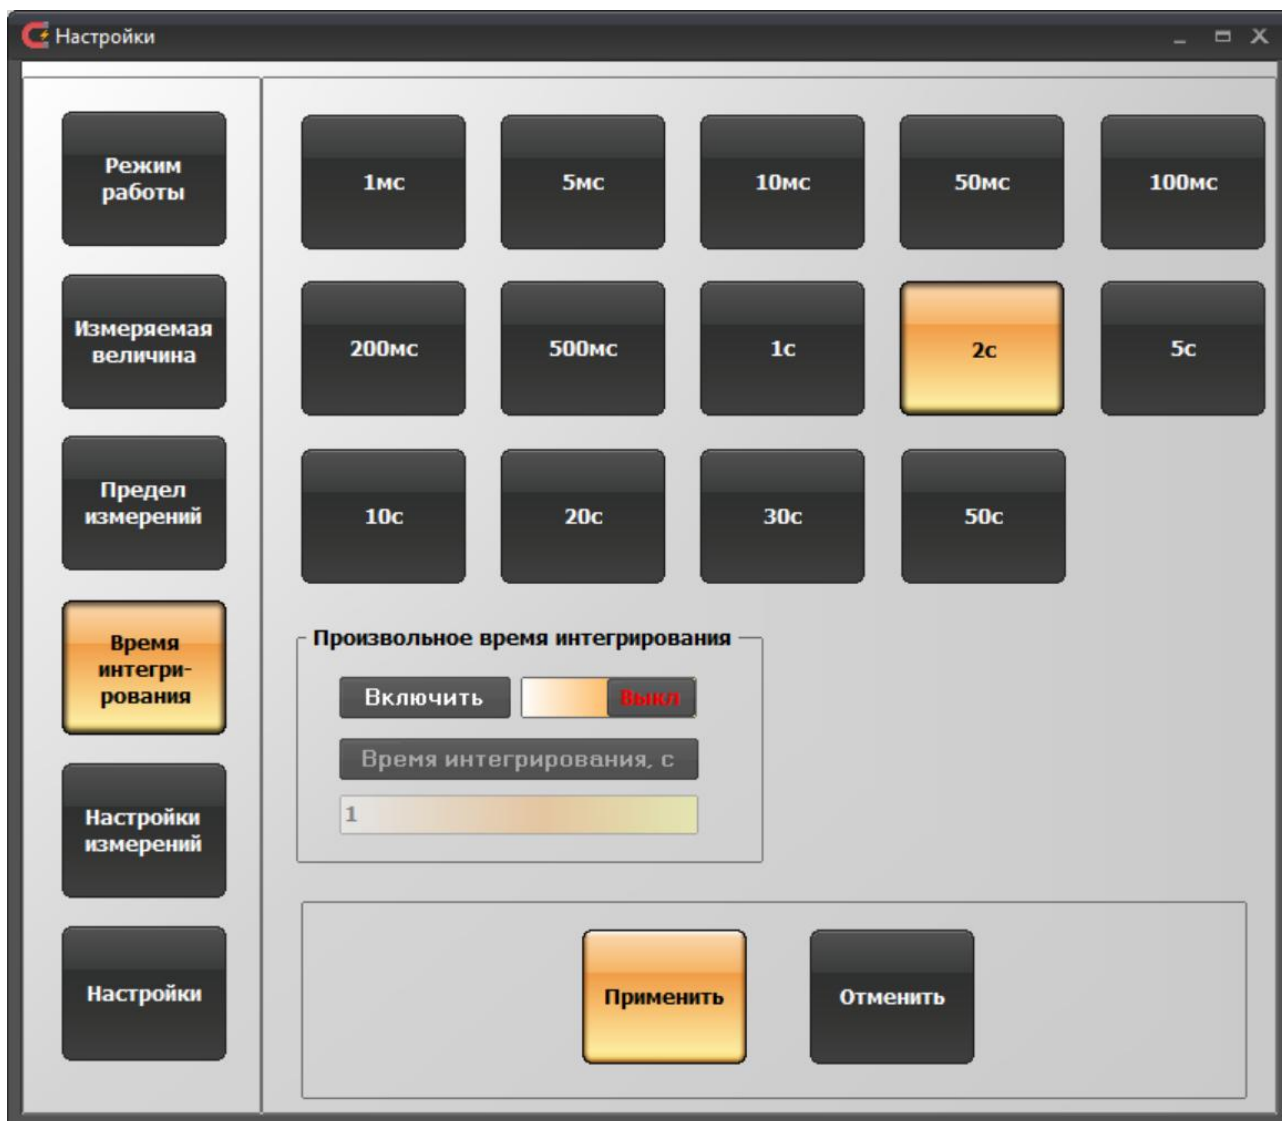

Рисунок 8. Окно настроек программы управления ТПУ-2В в режиме «Веберметр». Группа параметров «Время интегрирования»
4) «Время интегрирования» (рисунок 8). Служит для выбора времени интегрирования. Кнопками доступен выбор предустановленных значений из ряда: 1; 5; 10; 50; 100; 200; 500 мс; 1; 2; 5; 10; 20; 30; 50 с. Также есть возможность установки произвольного времени интегрирования (область «Произвольное время интегрирования», рисунок 9). Для активации этой функции необходимо передвинуть бегунок в положение «Вкл», тогда появится возможность ввести значение длительности интегрирования в поле ввода «Время интегрирования, с». Значение необходимо устанавливать в секундах.